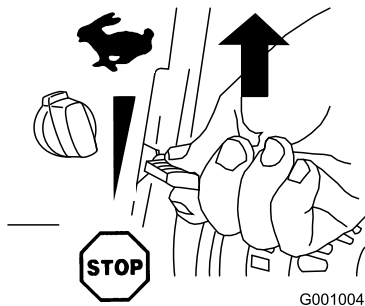

Figure 25
2. Placez la manette d'accélérateur en position haut régime (Figure 25).